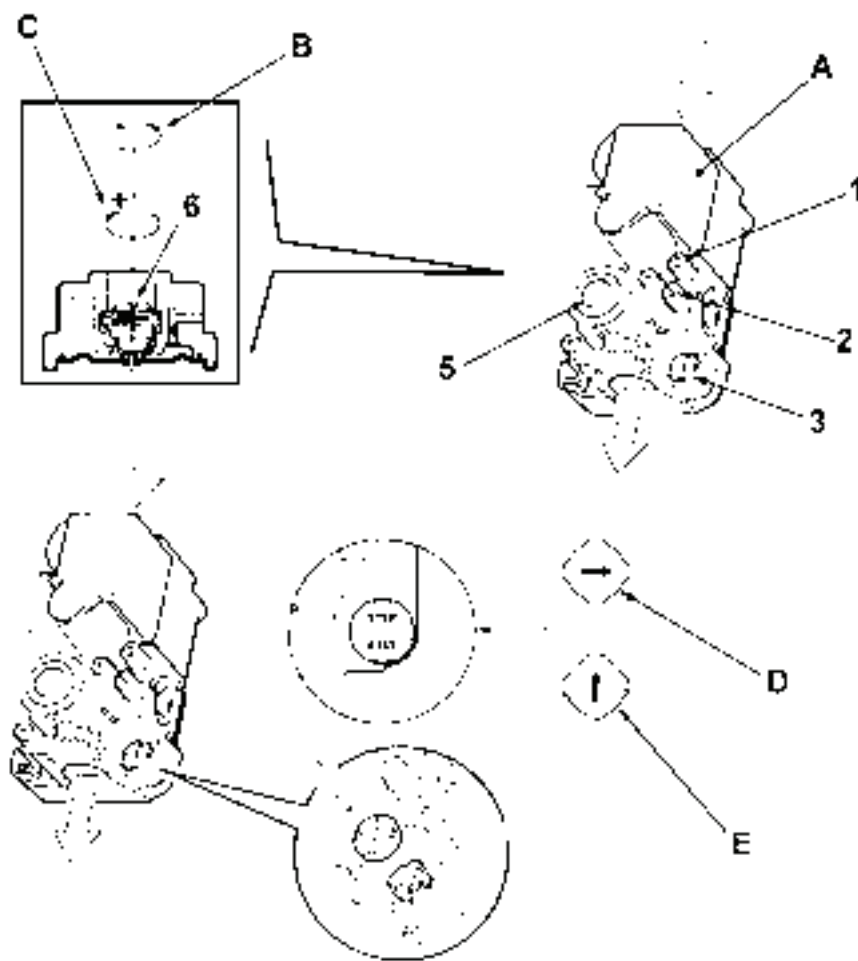

рис. 18 - Переналадка котла на другой вид газа
На котле PEGASUS D можно регулировать тепловую производительность топки и, следовательно, тепловую мощность, передаваемую воде системы отопления; это делается исключительно путем регулировки основной горелки с помощью газового вентиля (см. рис. 18). На графиках, приведенных в параграфе сар. 4.2 "Гидравлическое сопротивление системы", показано изменение передаваемой воде тепловой мощности в зависимости от изменения рабочего давления горелки. Возможность приведения мощности котла в соответствие с реальными потребностями отопления означает, прежде всего, снижение потерь и экономию топлива. Кроме того, при регулировке мощности, регламентированной также стандартом, котлы сохраняют значения КПД и характеристики сгорания почти без изменений.
1. С помощью небольшой отвертки снимите защитный колпак 5 вторичного привода газового вентиля рис. 18.
2. Подключите манометр к клемме давления 2 (рис. 18), расположенного после газового вентиля, затем переведите ручку термостата котла на максимум.
3. Регулируйте давление с помощью винта 6 (рис. 18) на желаемое значение, руководствуясь диаграммами, приведенными в параграфе сар. 4.2 "Гидравлическое сопротивление системы".
2. Снимите с газового вентиля маленький защитный колпак 3 (рис. 18). С помощью маленькой отвертки регулируйте "СТУПЕНЬ" розжига на основании выбранного для работы газа (G20 или G31); установите защитный колпак на место.
- Спустите воздух из газопроводных труб через штуцер отбора давления 1 газового вентиля (рис. 18).